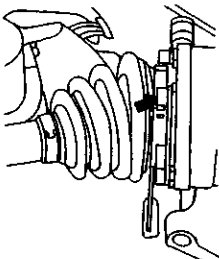

图 3-143 拧下传动轴
2) 拧下传动轴凸缘上的紧固螺栓，如图 3-143 中箭头所示。